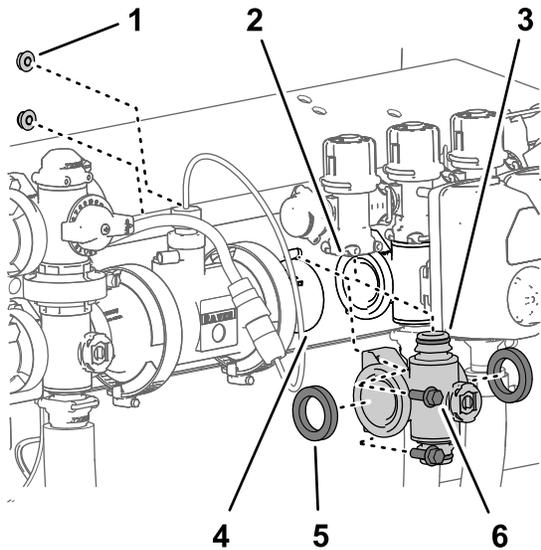
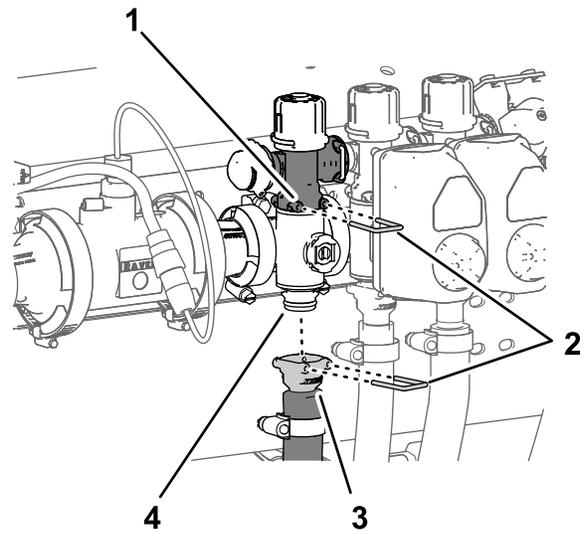

Figura 115
Figura 116
- Alinee las 2 juntas que retiró en Retirada de la válvula del distribuidor de sección \(página 82\) con las bridas del distribuidor de la válvula de sección (Figura 115).
- Alinee la brida del distribuidor de la válvula de sección entre las bridas de las otras válvulas de sección y/o los adaptadores de acoplamiento (Figura 115).
- Conecte el acoplamiento rápido del distribuidor de la válvula de sección al acoplamiento rápido hembra de la válvula de desvío de sección con una grapa (Figura 115 y Figura 116).
(Figura 115) con los 2 pernos con arandela prensada ($\frac{1}{4}$ " x $\frac{3}{4}$ ") y las 2 contratuercas prensadas ($\frac{1}{4}$ ") que retiró en Retirada de la válvula del distribuidor de sección (página 82).
8. Monte el acoplamiento rápido de la manguera de sección en el acoplamiento rápido del distribuidor de la válvula de sección con la grapa (Figura 116).